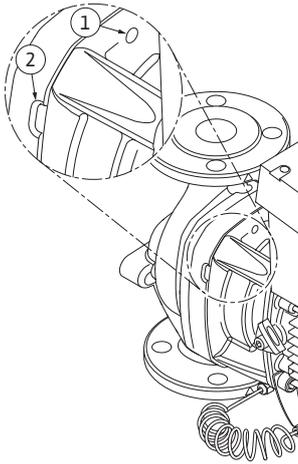

Fig. 50: Trous taraudés et fentes pour chasser le kit embrochable du corps de pompe
13. Chasser le kit embrochable (voir Fig. 13) du corps de pompe. Il est recommandé ici d'utiliser deux trous taraudés (Fig. 50, pos. 1), en particulier pour détacher le logement. Pour ce faire, visser des vis adéquates dans les trous taraudés. Si le kit embrochable bouge facilement, il est possible d'utiliser en plus les fentes (Fig. 50, pos. 2) entre le corps de pompe et la lanterne pour le chasser (placer p. ex. deux tournevis et les utiliser comme leviers). Après avoir bougé de 15 mm env., le kit embrochable n'est plus guidé dans le corps de pompe.